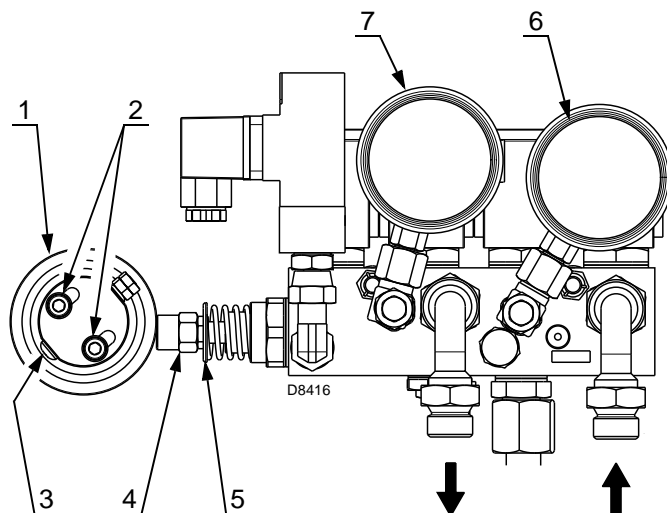

Fig. 33
Modificare l'eccentricità agendo sulla vite 3)(Fig. 33) dopo aver allentato le viti 2).
Legenda (Fig. 33)
- 5 Regolare la pressione sul ritorno al minimo a circa 4 bar. Per far ciò occorre variare la lunghezza dell'alberino del modulatore agendo sul dado 4)(Fig. 33).
Si consiglia di eseguire una taratura sufficiente a non creare fiamma fumosa ed arrivare al più presto alla potenza massima (corsa massima del servomotore 130°); tarare l'eccentrico tramite la vite 3)(Fig. 33) la pressione sul ritorno per ottenere la potenza desiderata e richiesta dall'ugello per poi tornare a tarare i punti intermedi.